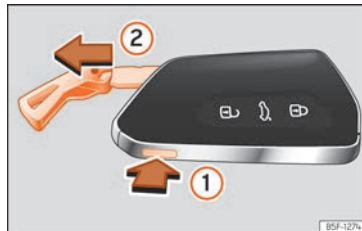

Fig. 83 Llave del vehículo: extraer el espadín.
- Si pulsa una vez el botón »» fig. 83 ① se desbloquea el espadín y aparece una argolla a modo de llavero.
- Mantenga pulsado el botón ① y al mismo tiempo tire de la argolla en la dirección de la
flecha »» fig. 83 ② para extraer completamente el espadín.